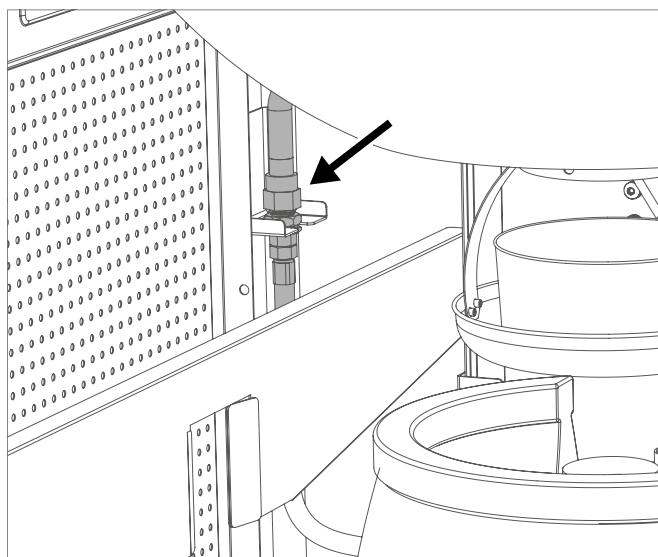

Abb. 2A
2. Öffnen Sie die Gaszufuhr an der Flasche und bepinseln Sie alle gasführenden Teile (die Verbindung an der Gasflasche / den Gasdruckregler / den Gasschlauch / den Gaseintritt / die Verbindung am Ventil) mit einer Seifenlösung aus 50 % flüssiger Seife und 50 % Wasser. Sie können auch ein Lecksuchspray verwenden. (**siehe Abb. 2A und 2B**)